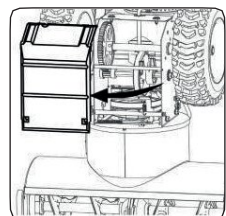

Рисунок 28
2. Осторожно передвиньте снегоуборочную машину вверх и вперёд так, чтобы она встала на корпус шнека. Снимите крышку рамы из-под снегоуборочной машины, открутив четыре болта, фиксирующие её. См. Рисунок 28